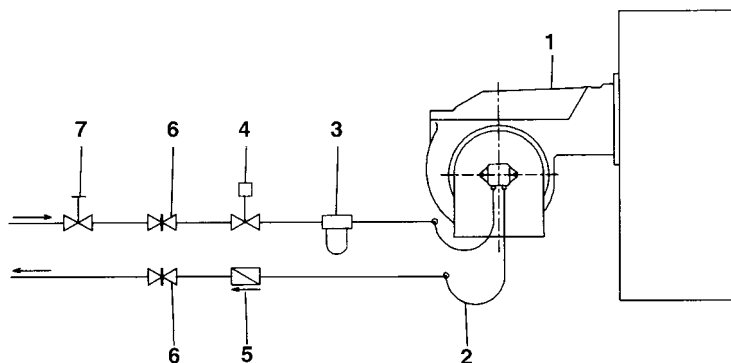

Fig. 4 - Sistema bitubo
**NOTA:** en las instalaciones por gravedad o de anillo, colocar un dispositivo de interceptación automática (véase n. 4 - Fig. 4).